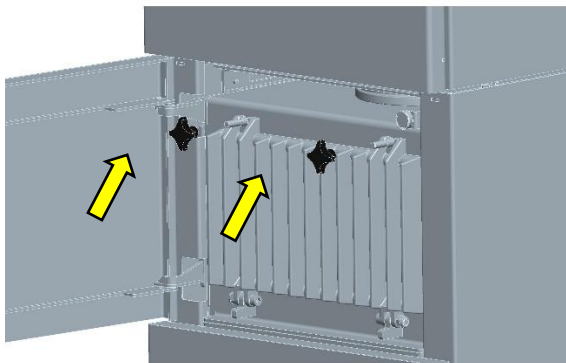

Fig. 11 : Ouvrir le volet d'inspection
1. ouvrir le clapet avant (fermeture magnétique) derrière lequel se trouve le volet d'inspection. Ouvrir le volet d'inspection en retirant les deux vis. (Fig. 11). Maintenir le volet d'inspection en ouvrant les vis!
2. Ouvrir le volet d'inspection, voir chapitre 7.4 Fig. 11